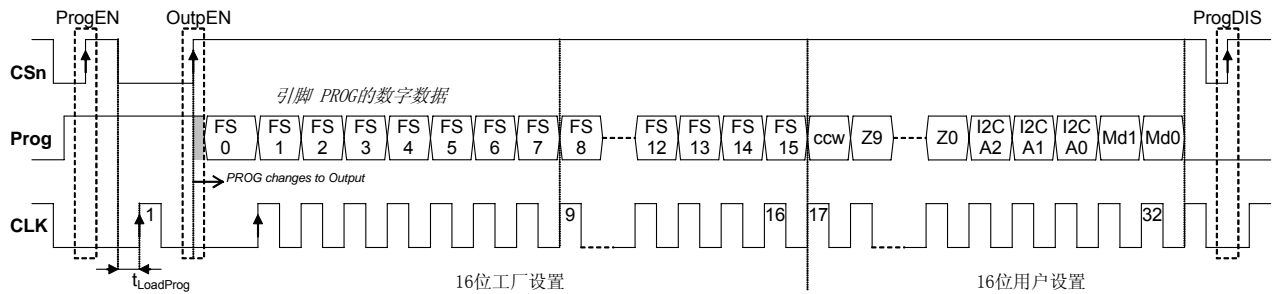
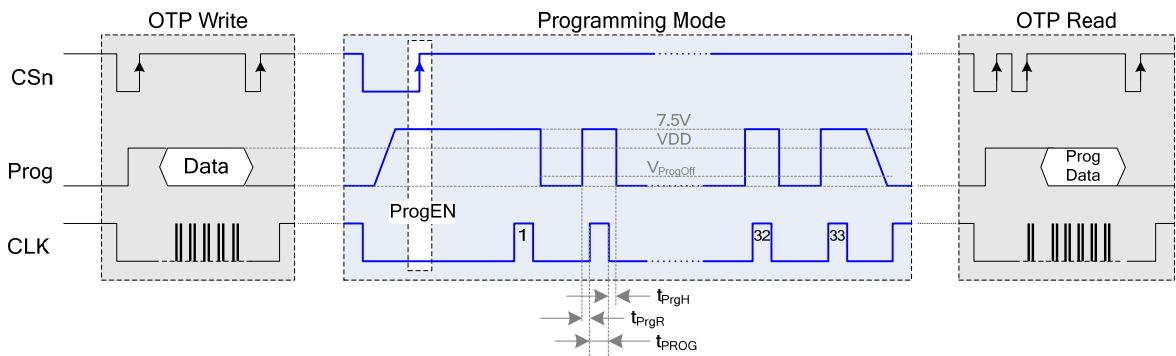
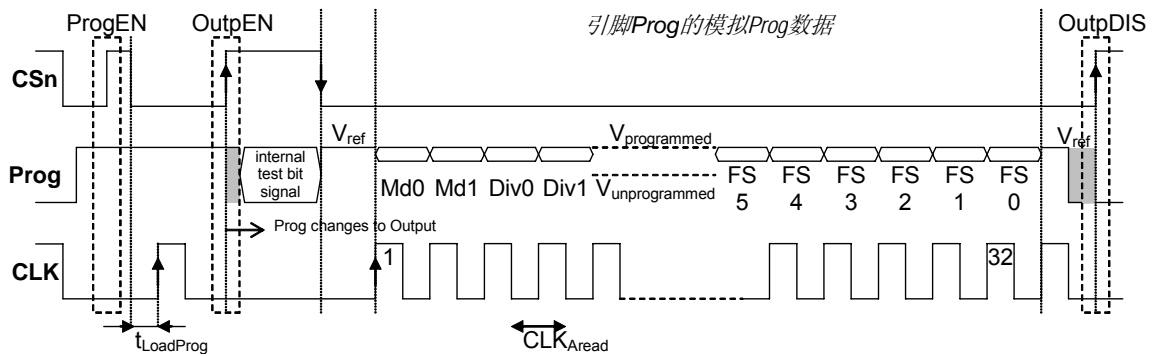

图8: 32位OTP寄存器读取操作过程
图10: 永久性编程和验证整个OTP寄存器
图11: 32位OTP模拟回读
整个OTP寄存器的读取操作如下面的图8所示。在Prog = 高且CLK = 低的情况下，CSn的上升沿将会启动该过程，后面跟随一个哑时钟周期(CLK #1)，此时Prog = 1且CSn = 0，然后在Prog = 1时又提供一个CSn上升沿。在CSn的第二个上升沿之后引脚Prog变为输出，驱动引脚Prog的控制器必须将其I/O状态由输出改为输入，以避免两个输出间产生冲突。Prog的状态是工厂设置的第1位(FS0)。每个后续的CLK上升沿将移出1位数据。紧随最后一个工厂设置位(FS15)，第17个时钟移出用户设置的第1位(ccw)。第33个时钟使Prog返回0。必须通过一个CSn脉冲来终止OTP读取操作过程，此时Prog和CLK均为低。
- 如图10所示，将修改的设置写入整个32位OTP寄存器。建议将所有16位工厂设置(FS0...FS15)设为“0”，以确保所有这些位不被修改。
- $V_{PROG} = 7.3 - 7.5 V$ （见图10的中间部分）时CSn的上升沿将启动一个编程周期。在施加 V_{PROG} 编程电压的同时，提供33个长度为 $2\mu s$ $\pm 10\%$ 的CLK脉冲。这一步将对每个包含“1”的OTP位进行编程。包含“0”的OTP位不会被编程。
- 编程完成后，将Prog设为0并验证编程数据，如图10和图8所示。此外，你也可以采用32位OTP模拟回读方式（图11）来验证已编程和未编程熔丝的质量。
32位OTP模拟回读过程与16位用户设置模拟回读过程（见第2.4节）相同，除了需要提供32个时钟而不是16个时钟。请注意，与数字OTP读取操作（图8）相比，它的顺序恰好是反的。第1位是MD0，接下来是MD1、Div0、Div1、Z0……Z9、CCW、FS15……FS0。
你可以执行多次OTP“硬编程”操作（图4、图10），但你只能将“0”改为“1”，而不能通过硬编程将“1”改为“0”。如果你必须对一个已经编程的芯片重新执行永久性（“硬”）编程操作，你只能将那些需要从“0”改为“1”的位设为“1”。在重新编程的过程中，在OTP中已经包含“1”的位不能再设为“1”，否则会向已经编程的熔丝施加编程电流。